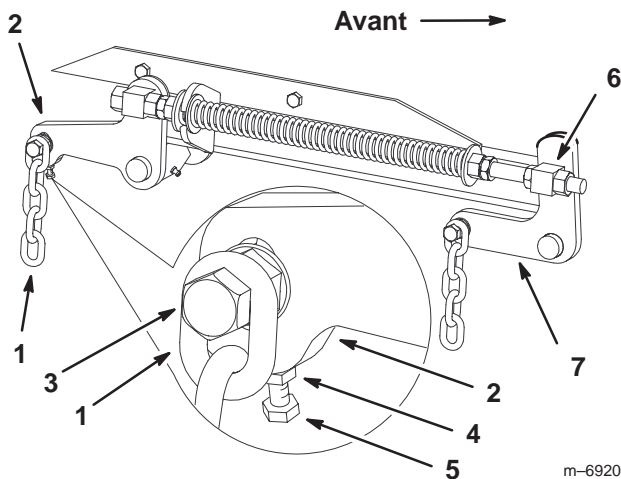

Figure 52
- Si la distance mesurée au point **B** ou **C** n'est pas correcte, desserrez le boulon de fixation de la chaîne arrière au bras de support arrière (Fig. 52).